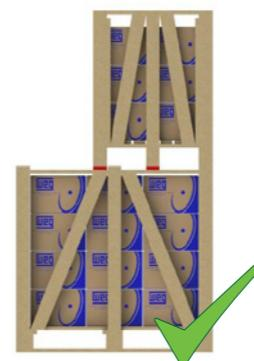
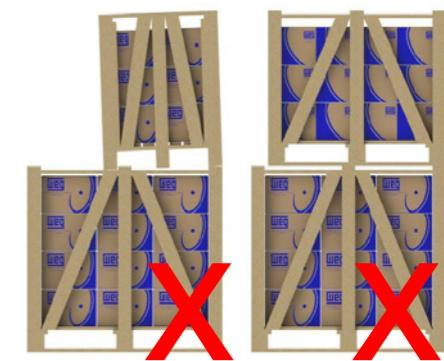

Figura 5.3 - Empilhamento adequado.
Figura 5.4 - Empilhamento inadequado.
- 3) Os pés das embalagens superiores devem estar apoiados sobre calços de madeiras (Figura 5.3) e não sobre as fitas de aço e nem tampouco ficar sem apoio (Figura 5.4).